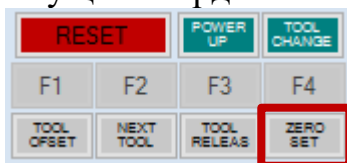

Рис.137. Кнопка «ZERO SET»
6. Нажать кнопку «ZERO SET» для ввода значения в таблицу (в текущую ячейку будет занесена текущая координата MACHINE) (рис.137);